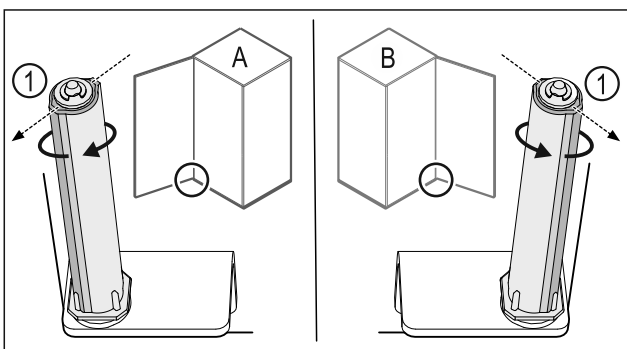

Fig. 33 Levý doraz (A) / pravý doraz (B)
- ▶ Otáčejte uzavíracím systémem proti odporu, dokud nebude lamela uzavíracího systému Fig. 33 (1) ukazovat směrem ven.